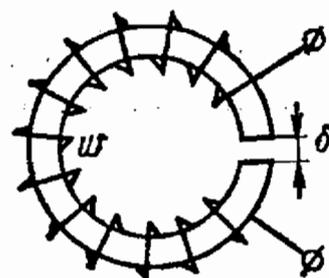

Рис. 9.9
9.9. В сердечнике из литой стали (рис. 9.9) необходимо создать магнитную индукцию $B = 1$ Т. Число витков равномерно намотанной на сердечник обмотки $\omega = 200$, длина средней линии сердечника $l_{ср} = 69$ см, сечение $S = 6$ см².